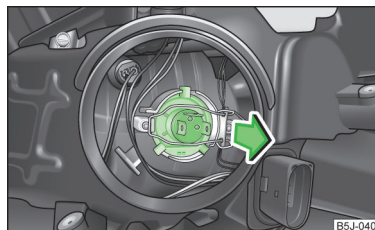

Fig. 155
- Retire el conector de la bombilla, desbloquee el estribo de seguridad y extraiga la bombilla » fig. 155.